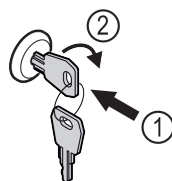

Fig. 129
- ▶ Uvucite ključ Fig. 129 (1).
- ▶ Okrenite ključ za 90° nadesno Fig. 129 (2).